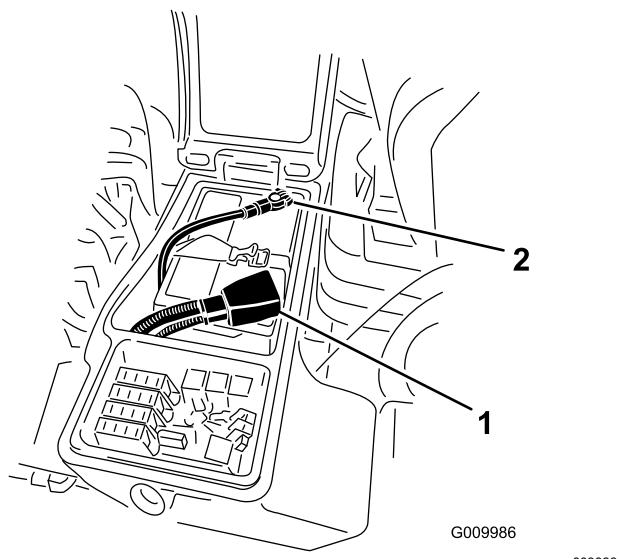

Figura 92
- Retire o cabo negativo (preto) do terminal negativo (-) e o cabo positivo (vermelho) do terminal positivo (+) da bateria (Figura 92).
6. Instale o cabo positivo (vermelho) no terminal positivo (+) e o cabo negativo (negro) no terminal negativo (-) da bateria (Figura 92).